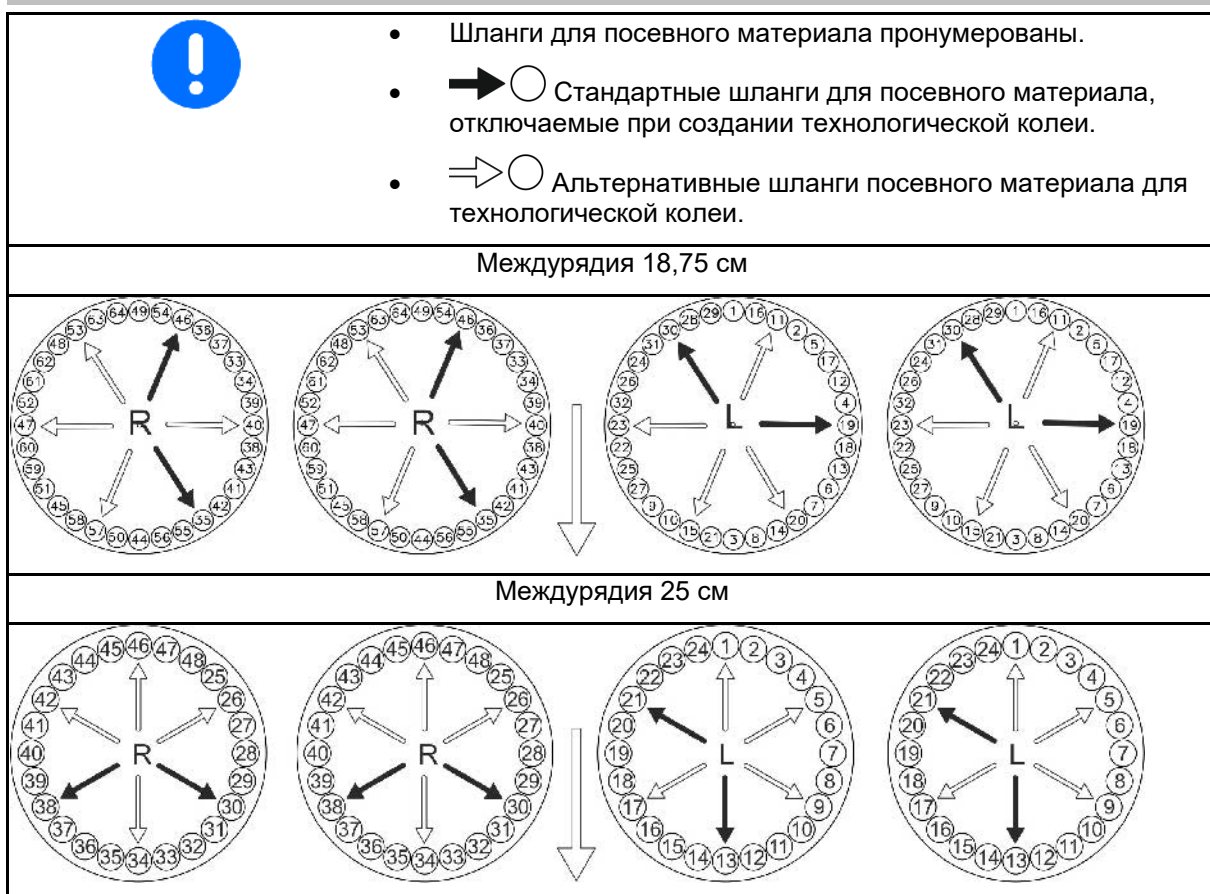

Рис. 116
1. Демонтируйте внешнюю крышку распределителя (Рис. 116/1).
2. Rin Демонтируйте кольцо g (Рис. 116/2).
3. Демонтируйте внутреннюю крышку распределителя (Рис. 116/3).
4. Демонтируйте пенопластовую вставку (Рис. 116/4).